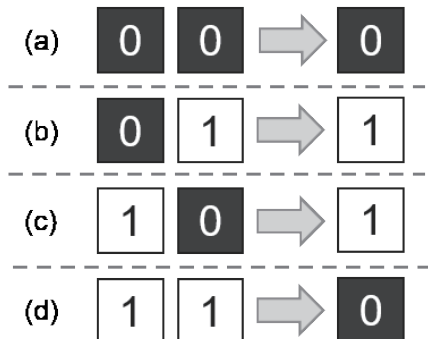
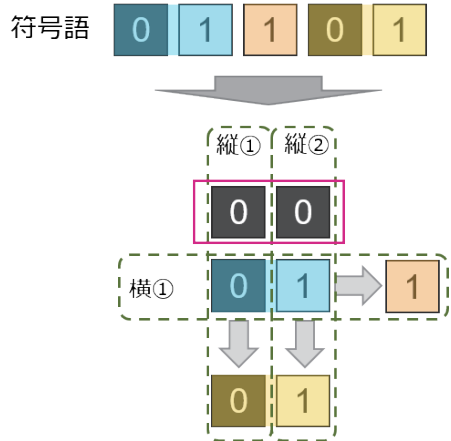
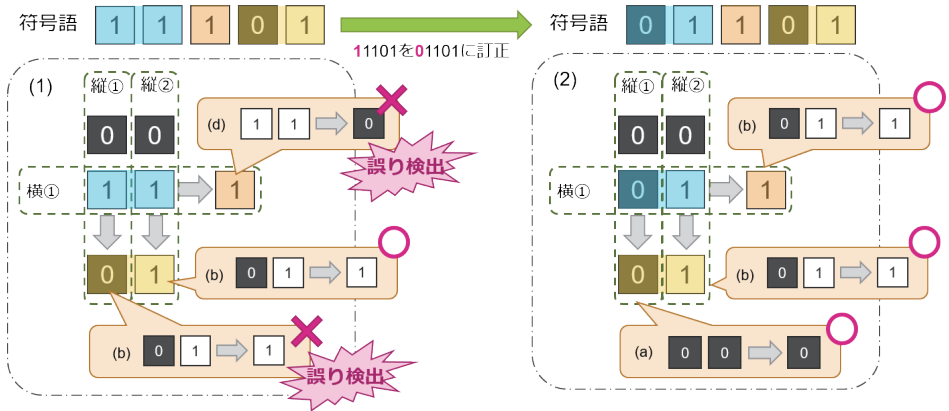

図5: 使用するルール
図 7: 誤り訂正時のルール
図 8: 誤りを訂正する様子
誤りを検出するために、データが誤っていることを表すヒントをデータへ付与してみます。今回は図5に示すルールにもとづき、2bitのデータに対して1bitのヒントを付与することにします。例えば入力データを「01」というデータとします。「01」はルール(b)が該当するため、ルール(b)からヒントとして「1」を付与し、「011」を作成します。このヒントを付与したものを「符号語」と呼びます。では、この符号語を実際に通信路に通して、誤りを検出できるか確認してみましょう。
前節の「2bit 以上のヒントを入力データに追加することで誤り訂正できるか」を動機づけとして、今回は誤り検出用に作成した 1bit のデータと 2bit の入力データの合計 3bit をヒントとして入力データに付与することとしてみます。具体的には、入力データを "01" とすると、図 5 に示したルール (b) から "1" が得られます。この後ろに入力データ "01" を付けた "101" を改めてヒントとします。そして、入力データ "01" にヒント "101" を付与した "01101" を符号語としてみます。
続いて図 7 のように符号語を配置して、縦と横でそれぞれ図 5 に示すルールに従っているかを確認します。なお、図中の "00" は読み出し時に通信路の外で付与するもので、これに誤りが生じることは無いものとします。また "01" の "1" を 1bit 目 (図 7 の縦②に対応)、"0" を 2bit 目 (図 7 の縦①に対応) と呼ぶこととします。
いま、通信路から符号語 "11101" が出力されたとします。この符号語を前述の図 7 の手続きに従って 図 8 左の (1) のように配置します。次に、(1) の横①がルールに従っているかを確認します。(1) の青塗りの部分は "11" なのでルール (d) に該当します。ルール (d) からは "0" が得られますが、横①では "1" となっているためルールに従っていません。以上から、この符号語に誤りがあることが確認できました。
1 図 7 で入力データ "01" の上に黒マスの "00" が付与されていますが、入力データが何であれ縦①と縦②において図 5 のルール (a) あるいは (b) に従った結果得られる数値が、入力データと同じになること (ここでは "01" と同様に縦①が "0"、縦②が "1" となっていること) がミソです。
以上から、符号語 "11101" の先頭の "1" に誤りがあるため、これを "0" に訂正します。訂正した符号語 01101 を再度同様の手続きで図 5 のルールに従っているかを確認します (図 8(2))。すると横①・縦①・縦②はそれぞれルール (b)・(a)・(b) に従っているため、訂正後の符号語 "01101" には誤りがないことが確認できました。以上から入力データに 2bit 以上のヒントデータを追加することで、1bit の誤りを訂正できました。このように、誤りを検出し、かつ訂正することができるヒントデータが ECC に該当します。